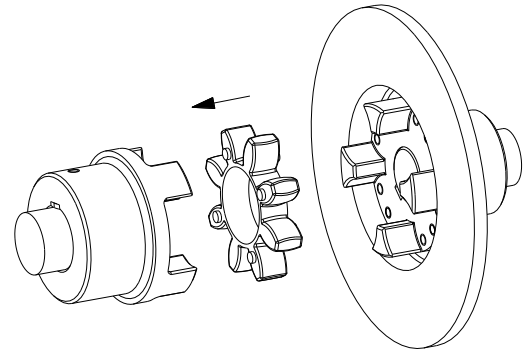

Bild 10: Montage des Zahnkranzes
- Setzen Sie den Zahnkranz in die Nockenpartie der Nabe ein (siehe Bild 10).